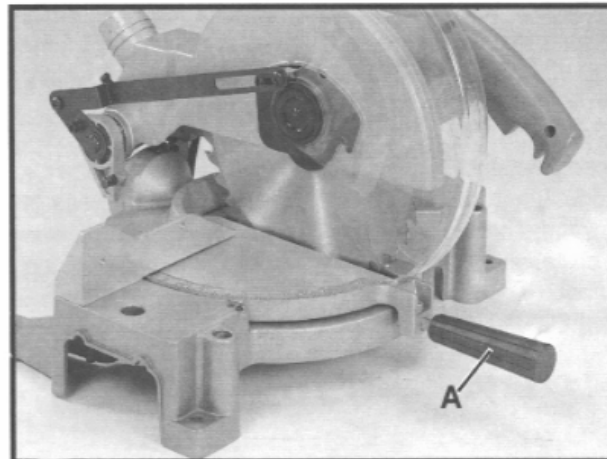

Fig. 5
2. Den Tisch nach links drehen, bis dieser bei 90° einrastet, Fig. 5. Dann den Feststellgriff (A) fest ziehen.